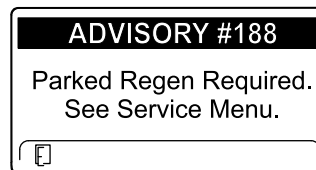

Figura 44
- É necessária regeneração em estacionamento AVISO N.º 188 (Figura 44)